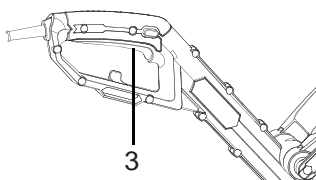

Fig.7
- > Asegúrese que el interruptor encendido/apagado (3) esté en la posición de apagado (Fig.7).